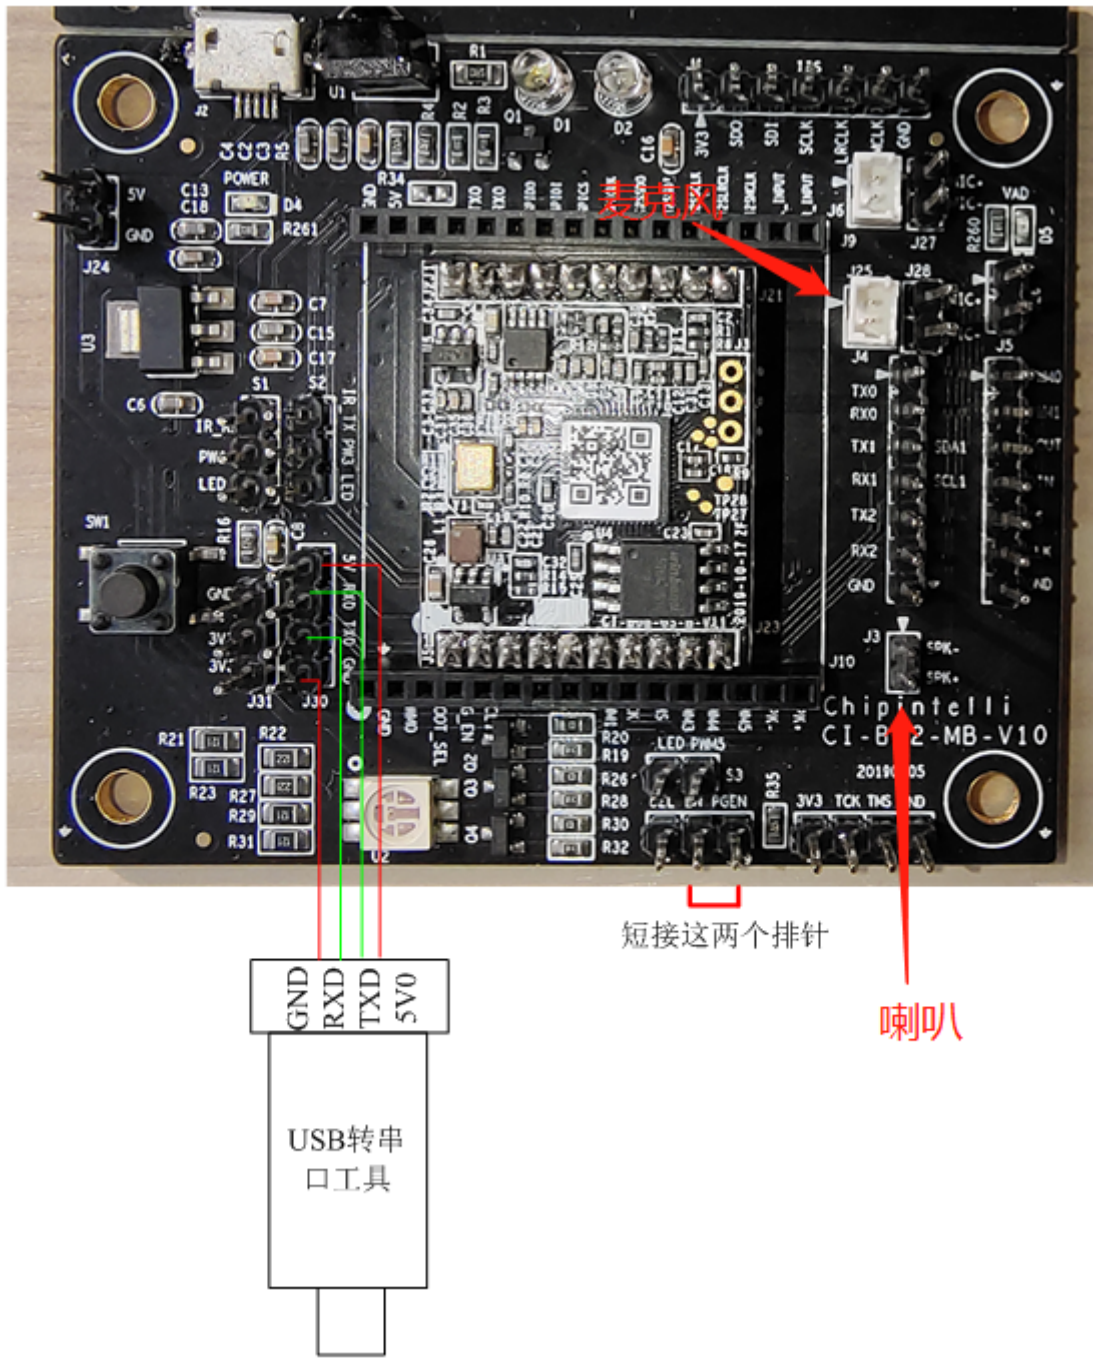

图13 模块和USB转串口工具连接图
- a. 模块上电前是否已拉高PG_EN管脚（按上文图13描述和旁边的管脚短接）；